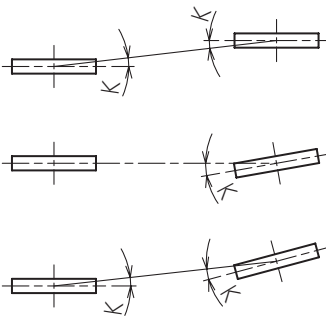

図 1
- ① ファンプーリーと電動機プーリーの平行度は図1、表1の規格を満足するようにセットしてください。
- ② ベルト一本当りの張力はたわみ量Lの値を下式にて計算し、その時のたわみ荷重Wが表2の範囲内になるようにセットしてください。
- ③ ベルトがプーリーになじんだ後、(運転後 24 ～ 28 時間以後) ②項の適正張りに調整するようにしてください。